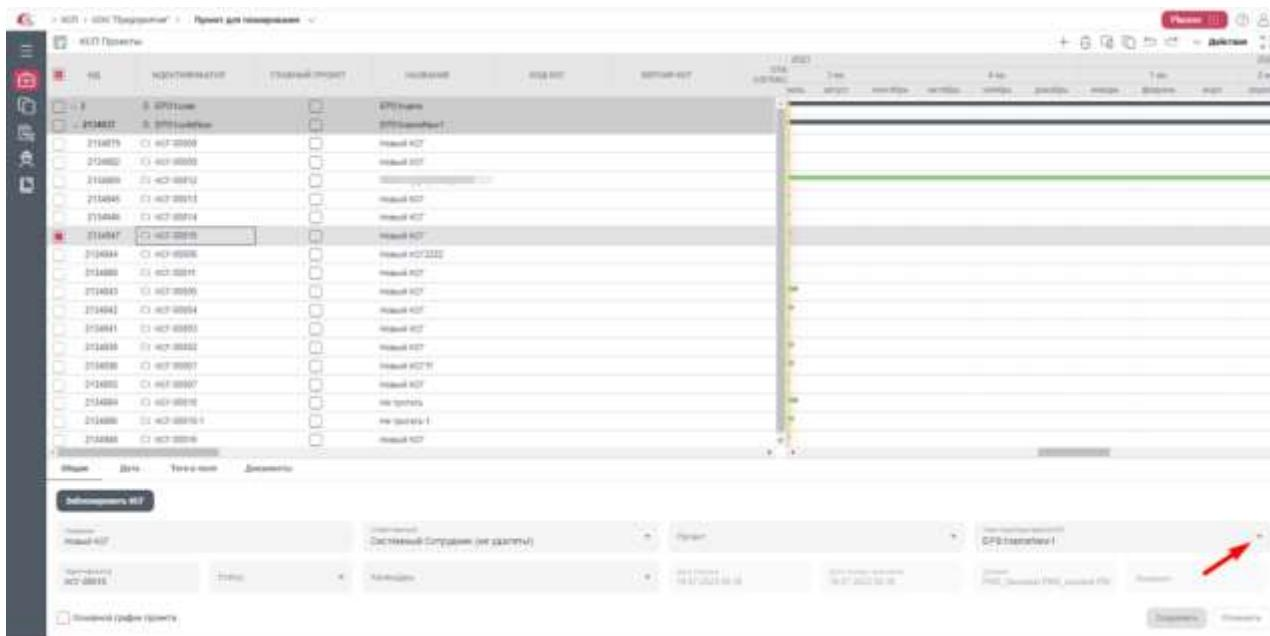

Рисунок 56– Раздел «Проекты», поле «Узел структуры версий КСГ»
2. Во вкладке «Общее» в поле «Узел структуры версий КСГ» нажать на «Крестик» в поле «Узел структуры версий КСГ» (Рисунок 56) и затем нажать на значок «Лупа» в этом же поле.